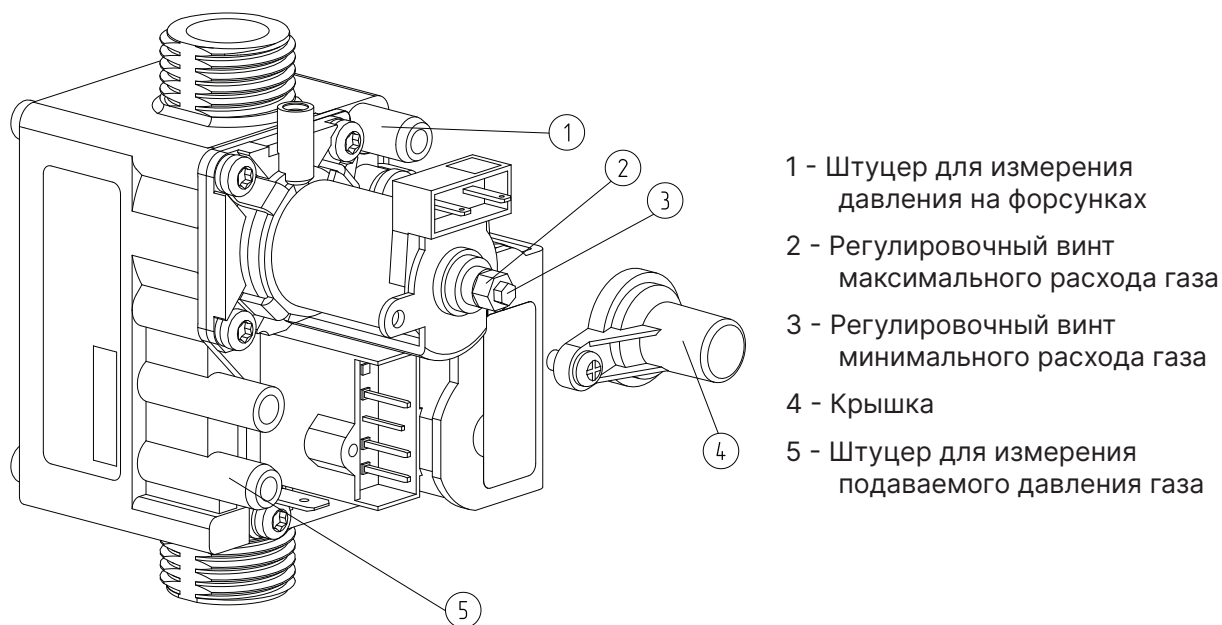

Рис. 30 Схема газового клапана
- Ослабьте резьбовую заглушку на измерительном ниппеле (**Рис. 30, поз.1**);
- Плюсовой (+) вход дифференциального манометра подключите к измерительному ниппелю (**Рис. 30, поз.1**).
- При необходимости снимите крышку модулятора (**Рис. 30, поз.4**) и поверните латунный винт (**Рис. 30, поз.2**) ключом до достижения давления, указанного в **Табл. 9** для соответствующей модели котла и соответствующего типа газа (затягивание гайки - повышение давления, ослабление гайки - снижение давления).
- При необходимости поверните винт (**Рис. 30, поз.3**) до достижения давления, указанного в **Табл. 9** для соответствующей модели котла и соответствующего типа газа (затягивание винта - повышение давления, ослабление винта - снижение давления);
- Открутите винт на штуцере (**Рис. 30, поз.5**) и присоедините к штуцеру шланг манометра;